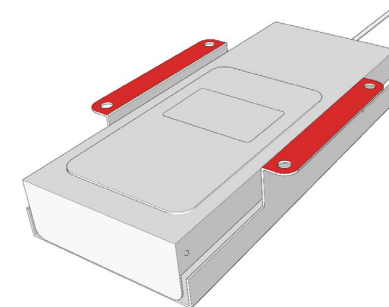

Figura 5
8. Para finalizar, colocar las tiras de cinta de doble cara suministradas sobre las aletas de contacto como se muestra en la **figura 5**, y fijar a la encimera partiendo de las marcas anteriormente realizadas como referencia.